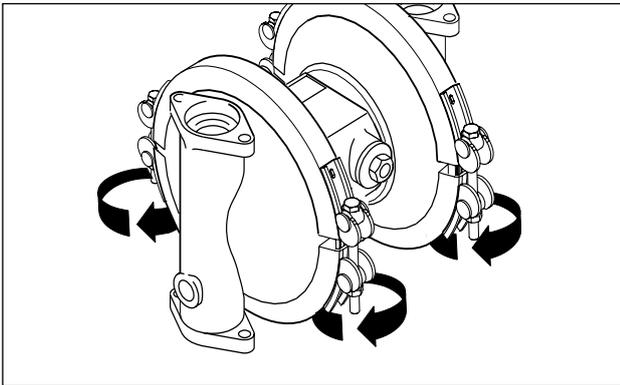

Fig. 9 Ouvrir les colliers de serrage.
- Défaire les colliers de serrage (si nécessaire, lubrifier à l'huile pour éviter le grippage des vis et écrous en acier inox) (Fig. 9). Sur les versions en acier inox poli (DL, DH), desserrer les vis du raccord laiterie.